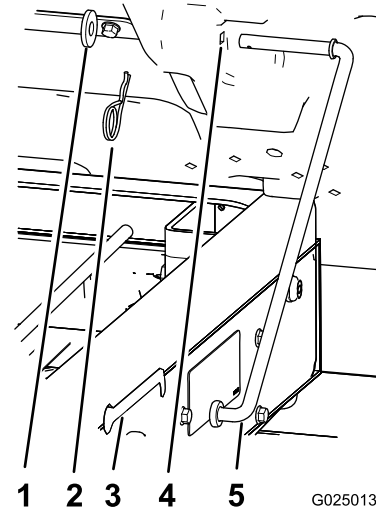

図 13
1. プロップロッド (支え棒) を荷台の裏側に固定しているヘアピンとワッシャを外す (図 13)。
2. プロップロッドを前にずらしてフレームのブラケットから外す (図 13)。